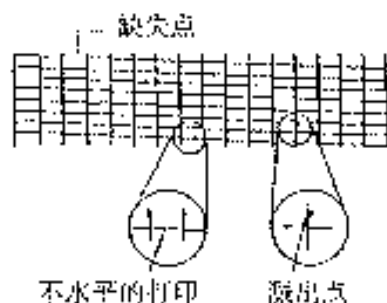

图 4-12 有缺陷的样张(图例)4.4 处理通讯问题
- (1) 检查 BJ 墨盒的桔黄色盖子 and 封带
- (2) 执行 5 次 BJ 喷头清洁, 打印测试页看有无墨迹喷出(图 4-12)
- (3) 取下 BJ 墨盒再重新安装
- (4) 更换相应的墨水槽
- (5) 更换 BJ 墨盒
- (6) 更换清洁组件
- (1) 执行 5 次 BJ 喷头清洁, 打印测试页看有无墨滴喷出(图 4-12)
- (2) 取出 BJ 墨盒再重新安装
- (3) 更换相应的墨水槽
- (4) 更换 BJ 墨盒
- (5) 检查车驾扁平电缆和打印板(S01, I502)之间的连接
- (6) 检查车驾扁平电缆和车驾板(CN1/W2)之间的连接
- (7) 更换车驾扁平电缆
- (8) 更换车驾板
- (9) 更换打印板
- (10) 更换清洁组件